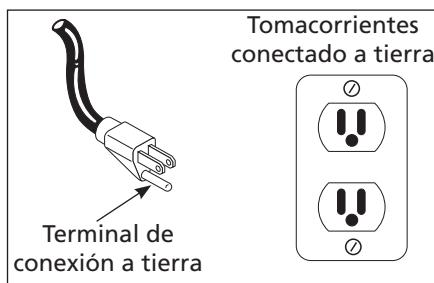

Figura 3 - Méthode de mise à la terre
1. Este producto está diseñado para circuitos nominales de 120 voltios y tiene un enchufe para conexión a tierra similar al de la Figura 3. Cerciórese de conectarlo a un tomacorrientes cuya configuración sea similar a la del enchufe. Este producto se debe conectar a tierra. En caso de que ocurra un cortocircuito, ésto evitaría el riesgo de choque eléctrico al ofrecerle un cable de desvío a la corriente eléctrica. Este producto tiene un cordón con un alambre y terminal de conexión a tierra. Debe conectarlo a un tomacorrientes que esté instalado adecuadamente según los códigos y ordenanzas locales.